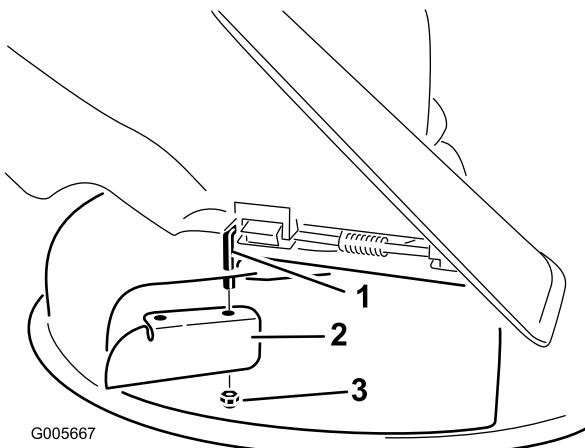

Figure 26
6. Montez le déflecteur d'ouverture sur la tige de pivot exposée (Figure 26). Utilisez l'écrou mince (3/8 pouce) existant pour fixer le déflecteur au plateau de coupe.